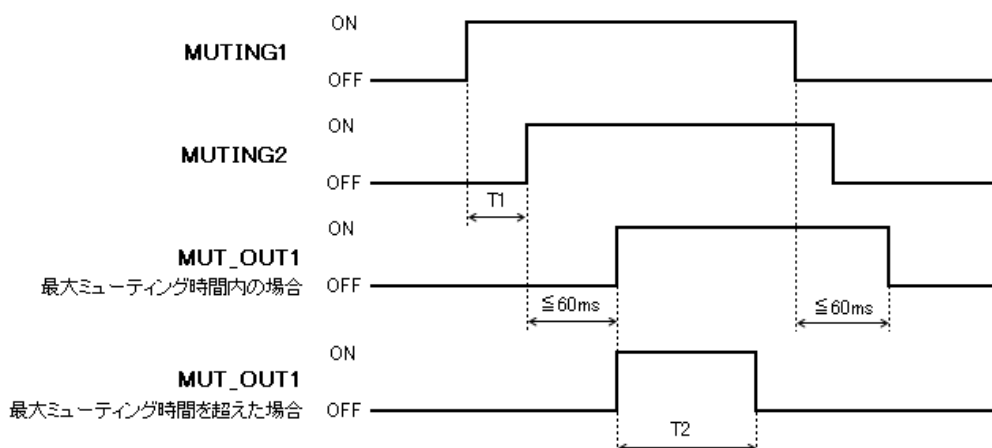

図3-20 ミューティングシーケンス
- b) ミューティング入力信号ミューティング1 (MUTING1)、ミューティング2 (MUTING2) を設定した入力順序で、設定した入力時間差以内に ON に切り替えた場合。ただし、入力時間差が 0 の場合は除く。(図 3-20 参照)
- ミューティング状態が、設定した最大ミューティング時間 T2 (図 3-20) を超えた場合。
ミューティングのシーケンスを図 3-20 に示します。